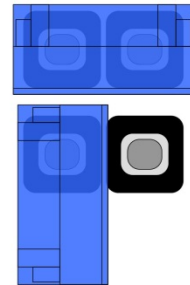

Abbildung 3-47: Drahtbrücke zum Deaktivieren der Ein-/Aus-Taste
In der Nähe des Tastenfeldanschlusses befindet sich die Drahtbrücke W2, die festlegt, ob die Ein-/Aus-Taste funktioniert oder ob die Tastenfunktion deaktiviert ist und das IND560x-Terminal immer im Zustand „Ein“ hochgefahren wird. In Anwendungen, bei denen ein Bediener normalerweise nicht anwesend ist, wird empfohlen, die Drahtbrücke von den zwei Stiften zu entfernen, damit das Terminal nach einem Stromausfall wieder hochgefahren wird. In Abbildung 3-47 sind die Positionen und Einstellungen der Drahtbrücke dargestellt.
- Wenn die Drahtbrücke W2 entfernt wird, um die Ein-/Aus-Taste zu deaktivieren, wird sie auf nur einen der Stifte umpositioniert (siehe unten rechts in Abbildung 3-47). Die Ein-/Aus-Drahtbrückeneinstellungen werden in Tabelle 3-21 beschrieben.